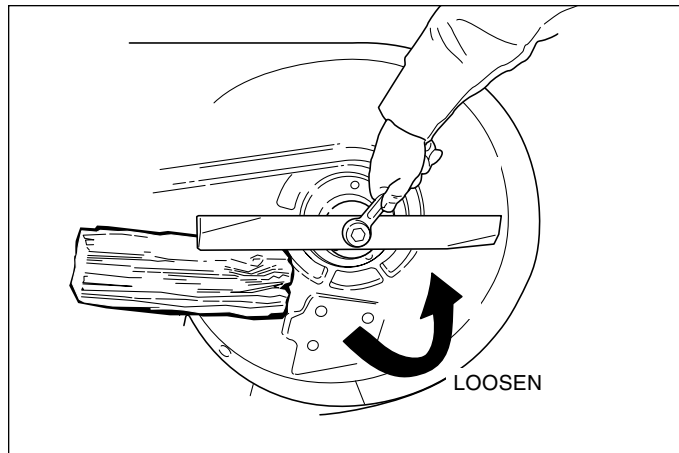

Figura 19. Rimozione delle lame
2. Vedere la Figura 19. Per rimuovere la lama per affilarla, usare un blocco di legno per impedirne la rotazione allentando allo stesso tempo la vite.